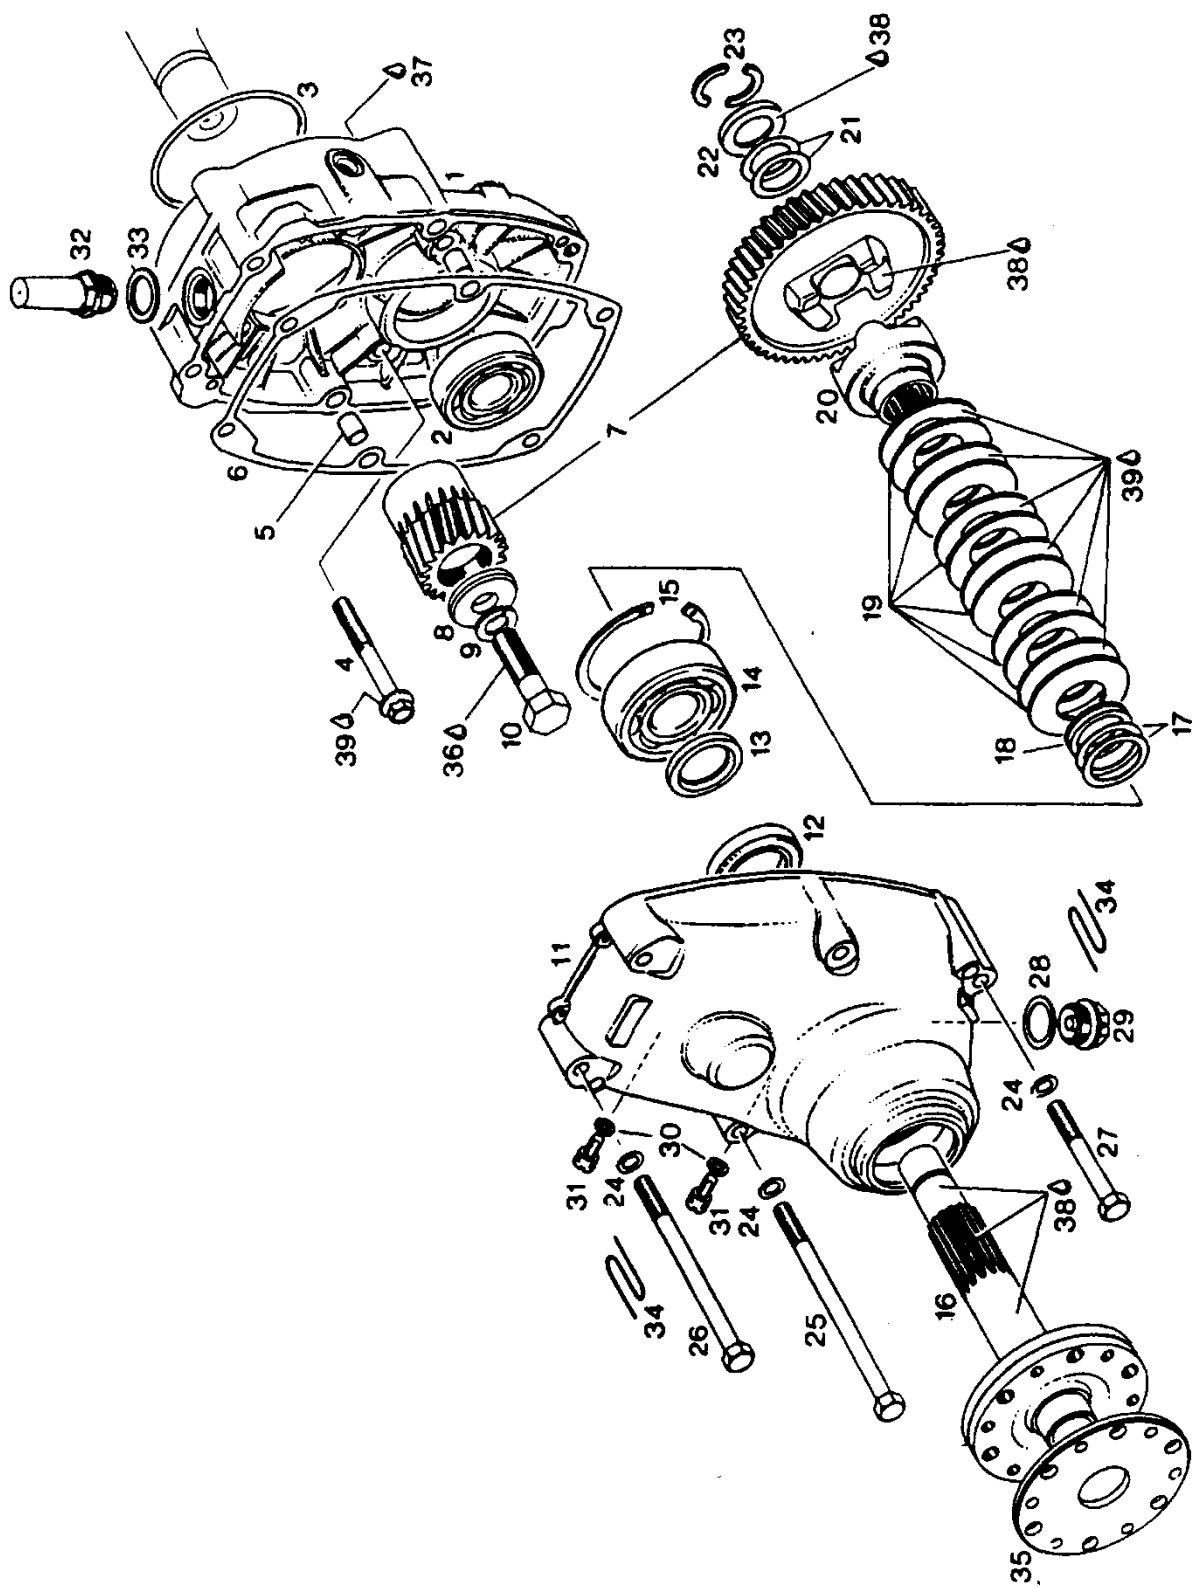

Рис. 57. Редуктор типа "В"
1. Редуктор типа "В" с передаточными числами 2. 0, 2. 24, 2. 58 (рис. 57). Допустимый момент инерции ВВ - 3000 кгсм².